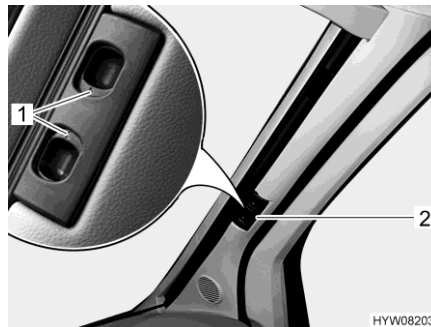

Fig. 81 Dispositif occultant plissé (pare-brise)
- Presser les poignées de déverrouillage (Fig. 81,1) et les maintenir pressées.
- Tirer le dispositif occultant plissé pour le pare-brise par la poignée (Fig. 81,2) vers le centre de la fenêtre.
- Pousser les deux moitiés du dispositif occultant plissé pour le pare-brise par la poignée (Fig. 81,2) à fond vers l'extérieur. Soulever la poignée à la hauteur de l'évidement de verrouillage.
- Lâcher les poignées de déverrouillage (Fig. 81,1) et les faire s'enclencher.